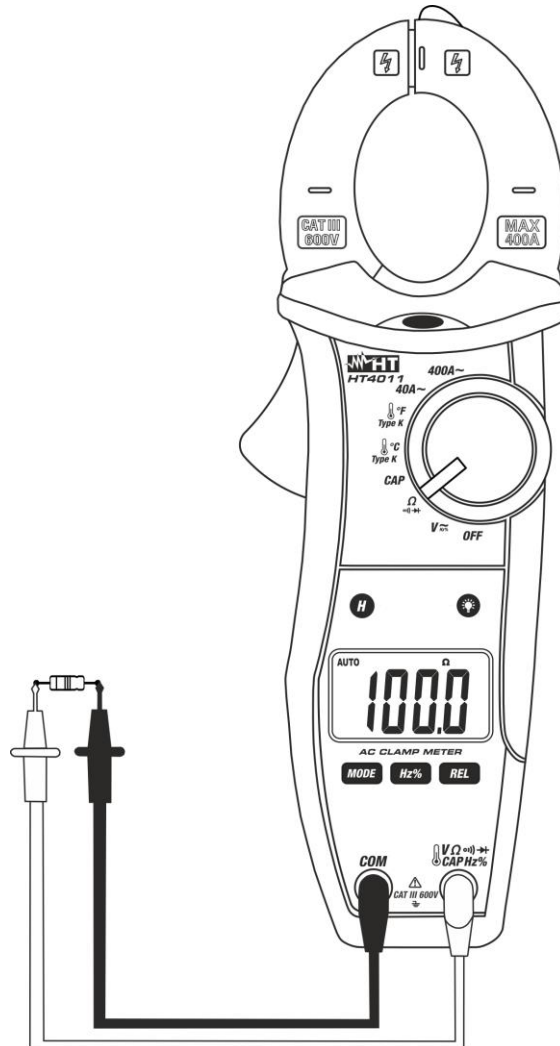

Abb. 6: Verwendung der Zange für Widerstandsmessung
3. Stellen Sie die Messleitungen in die gewünschten Punkte des zu messenden Kreises (Abb. 6). Der Widerstandswert erscheint auf dem Display.